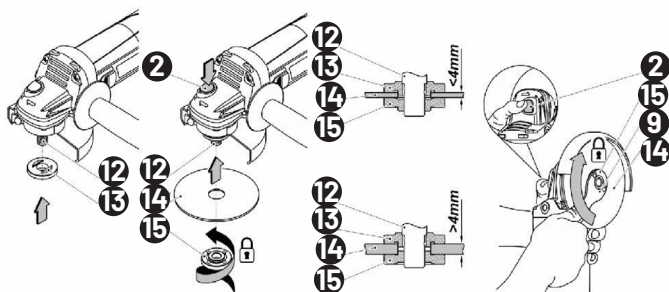

FIG. 4
- Håll spindellåset (2) intryckt.
- Lossa klämmuttern (15) med flänssnylen (9) (se fig. 4).
- Skruva fast klämmuttern (15) på spindeln (12) och dra åt med flänssnyckeln (9).